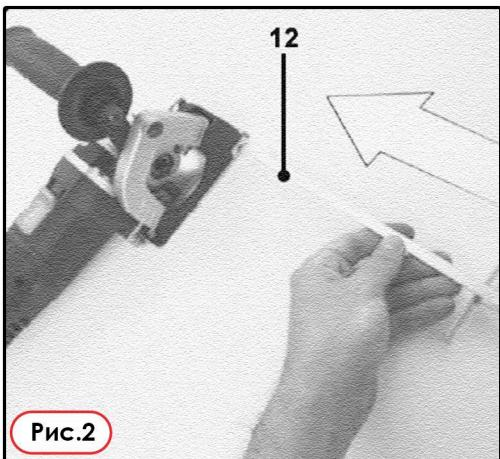

**Рис.1**
- Установите ручку (2) на металлическое крепление (19), как показано на (Рис.1).
- Плотно закрепите сферическую гайку (11) гаечным ключом.